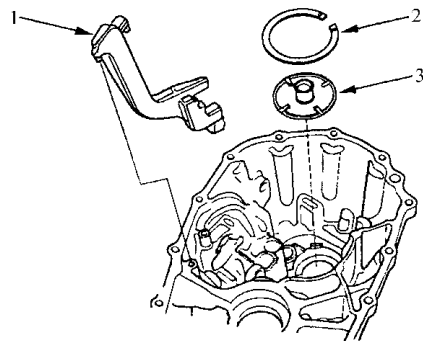

图 4-53 拆卸排油槽板
13) 如图 4-53 所示，拆卸排油板、机油导向板以及 72mm 垫片。